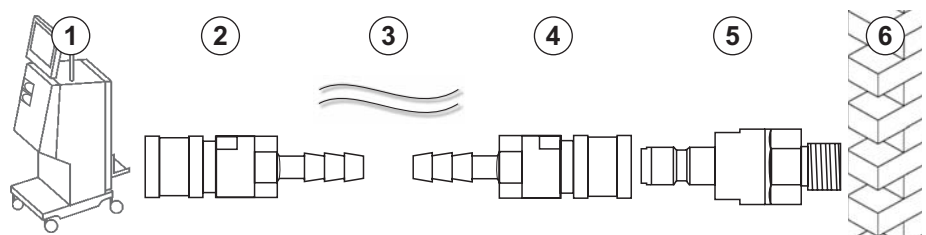
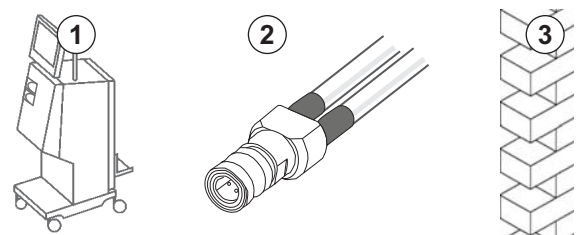

Fig. 4-4 Opzione 1: ingresso acqua con connettori Aquaboss
Fig. 4-5 Opzione 2: ingresso acqua con connettori Aquaboss per anello
- Opzione 1: 2 connettori femmina per tubi (Fig. 4-4 , ② , ④ ), diametro interno del tubo flessibile 9 mm, materiale: EPDM 1.4571
- Opzione 1: 1 raccordo filettato maschio di chiusura ⑤ , materiale: EPDM 1.4571
- Opzione 2 (se disponibile tubazione ad anello): tubazione ad anello secondario con doppio adattatore P-Y senza spazi morti (Fig. 4-5 , ② )
Opzione 2: viene usato un anello. I tubi provenienti dalla parete e diretti verso la stessa sono fissati al connettore femmina (Fig. 4-5 , ② ).
1. Collegare il connettore femmina ② direttamente all'apparecchiatura.